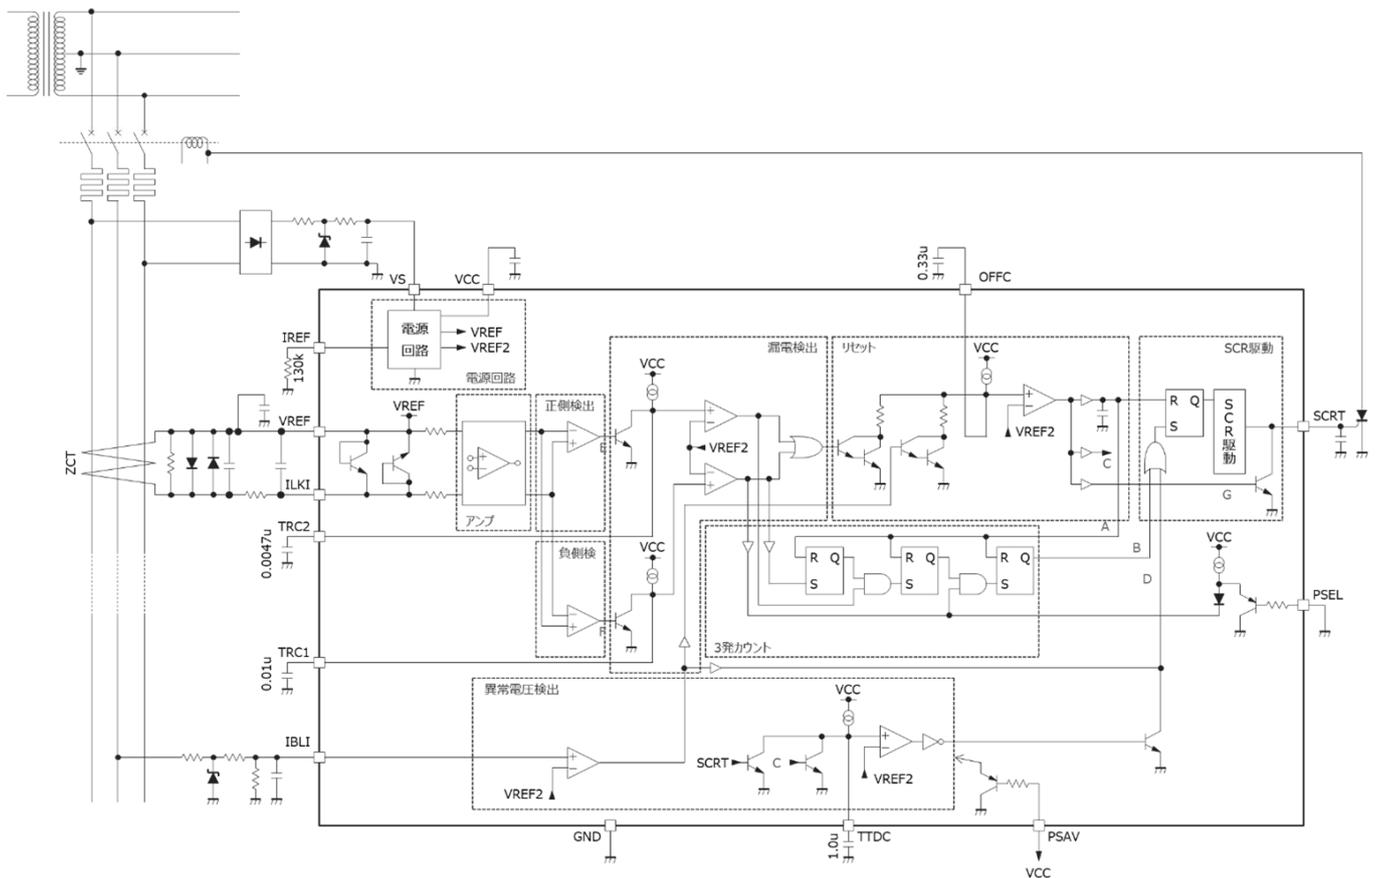

図 10：応用回路例
④ 3 発目の TW1 を超えた瞬間 OFFC は放電し SCRT は HIGH を出力します。OFFC 端子に接続された容量により出力 SCRT の HIGH 時間(TW3)も同様に決まります。SCRT が TW3 の HIGH 出力した後は再度検出モードとなりますが、図 10 の応用回路で使用した場合、ブレーカーが落ち IC の電源供給も無くなります。
(2) 1波2発カウント (PSEL=VCC) 漏電検出方法